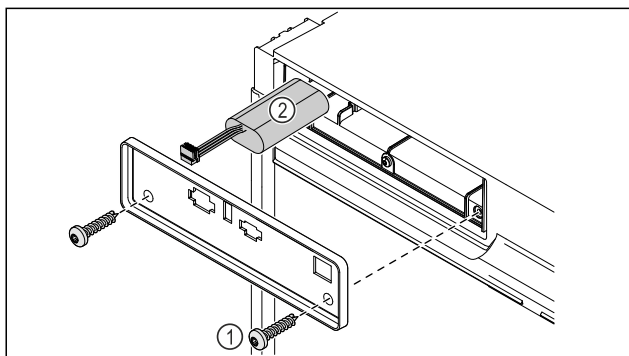

Fig. 189
- ▶ Deșurubați șuruburile și scoateți capacul de pe partea din spate a aparatului Fig. 189 (1).
- ▶ Deconectați și scoateți bateria Fig. 189 (2).